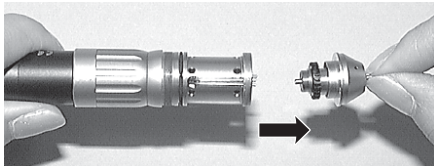

Fig. 16
- 2) Sorreggere la fresa ed estrarre la cartuccia tirandola in avanti. (Fig. 16). L'O-ring posizionato sul cuscinetto posteriore potrebbe rimanere nel corpo del dispositivo. Assicurarsi di rimuovere l'O-ring. Prima di inserire una nuova cartuccia, pulire l'interno della testina.